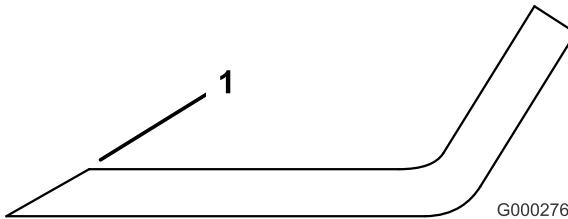

Bild 34
- 3. Prüfen Sie die Schnittkanten der Messer. Schärfen Sie, wenn die Kanten stumpf sind oder Kerben haben. Schärfen Sie nur die Oberseite der Schnittkanten und behalten dabei den ursprünglichen Schnittwinkel bei, um die Schärfe des Messers zu gewährleisten (Bild 34). Das Schnittmesser behält seine Auswuchtung bei, wenn von beiden Schnittkanten die gleiche Materialmenge entfernt wird.